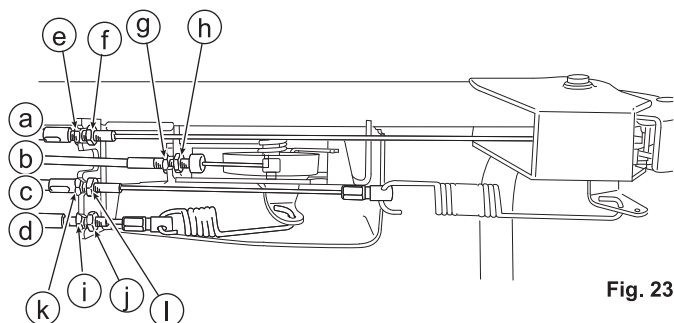

Fig. 23
8.5.1 Leva dell'acceleratore (fare riferimento alle figure 23 e 24)
8.5.2 Leva della lama (fare riferimento alle figure 23 e 25)
3. Accertarsi che la lama si spenga completamente quando la leva della lama (C) è rilasciata.
8.5.3 Leva della frizione (fare riferimento alle figure 23 e 26)
3. Accertarsi che la macchina possa essere spostata all'indietro quando la leva della frizione (B) è rilasciata.
8.5.4 Leva del cambio (fare riferimento alle figure 23 e 27)